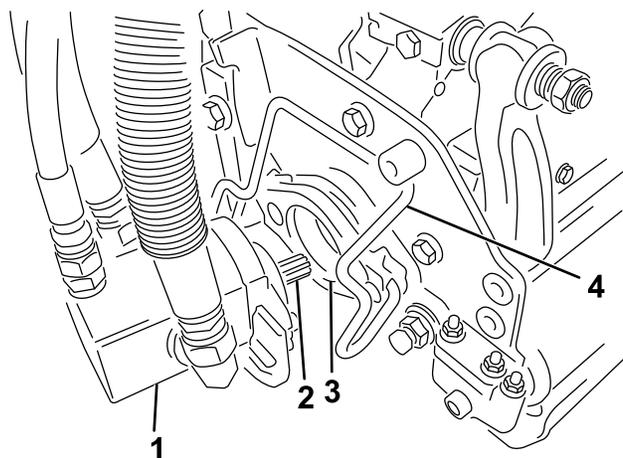

Рисунок 49
5. Нанесите на шлицевый вал электродвигателя режущего блока чистую консистентную смазку (Рисунок 49).
6. Вставьте электродвигатель в левую сторону режущего блока (если смотреть со стороны оператора) и тяните фиксатор электродвигателя на режущем блоке в сторону электродвигателя до тех пор, пока не услышите щелчок с обеих сторон электродвигателя (Рисунок 49).